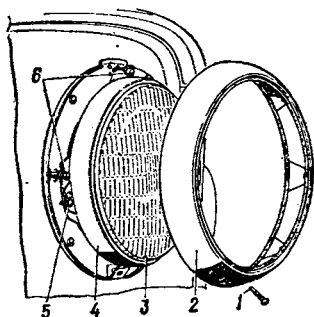
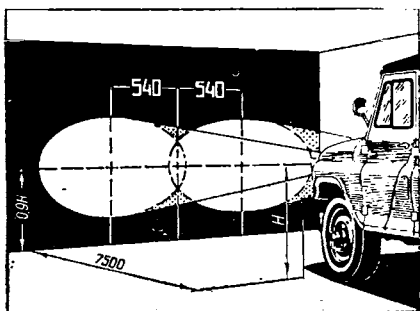

Рис. 116. Фара:
Рис. 117. Разметка экрана для регулировки фар:
Фары (рис. 116) имеют полуразборный оптический элемент с двухнитевой лампочкой. Нижняя нить лампочки в 50 Вт, рас-
3. Включите дальний свет и, закрыв одну из фар, отрегулируйте другую винтами *б* (рис. 116) так, чтобы световое пятно на стене или экране было расположено, как показано на рис. 117.